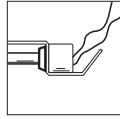

Abbildung 1
1. Die Spannungsversorgung abschalten (siehe Abbildung 1).